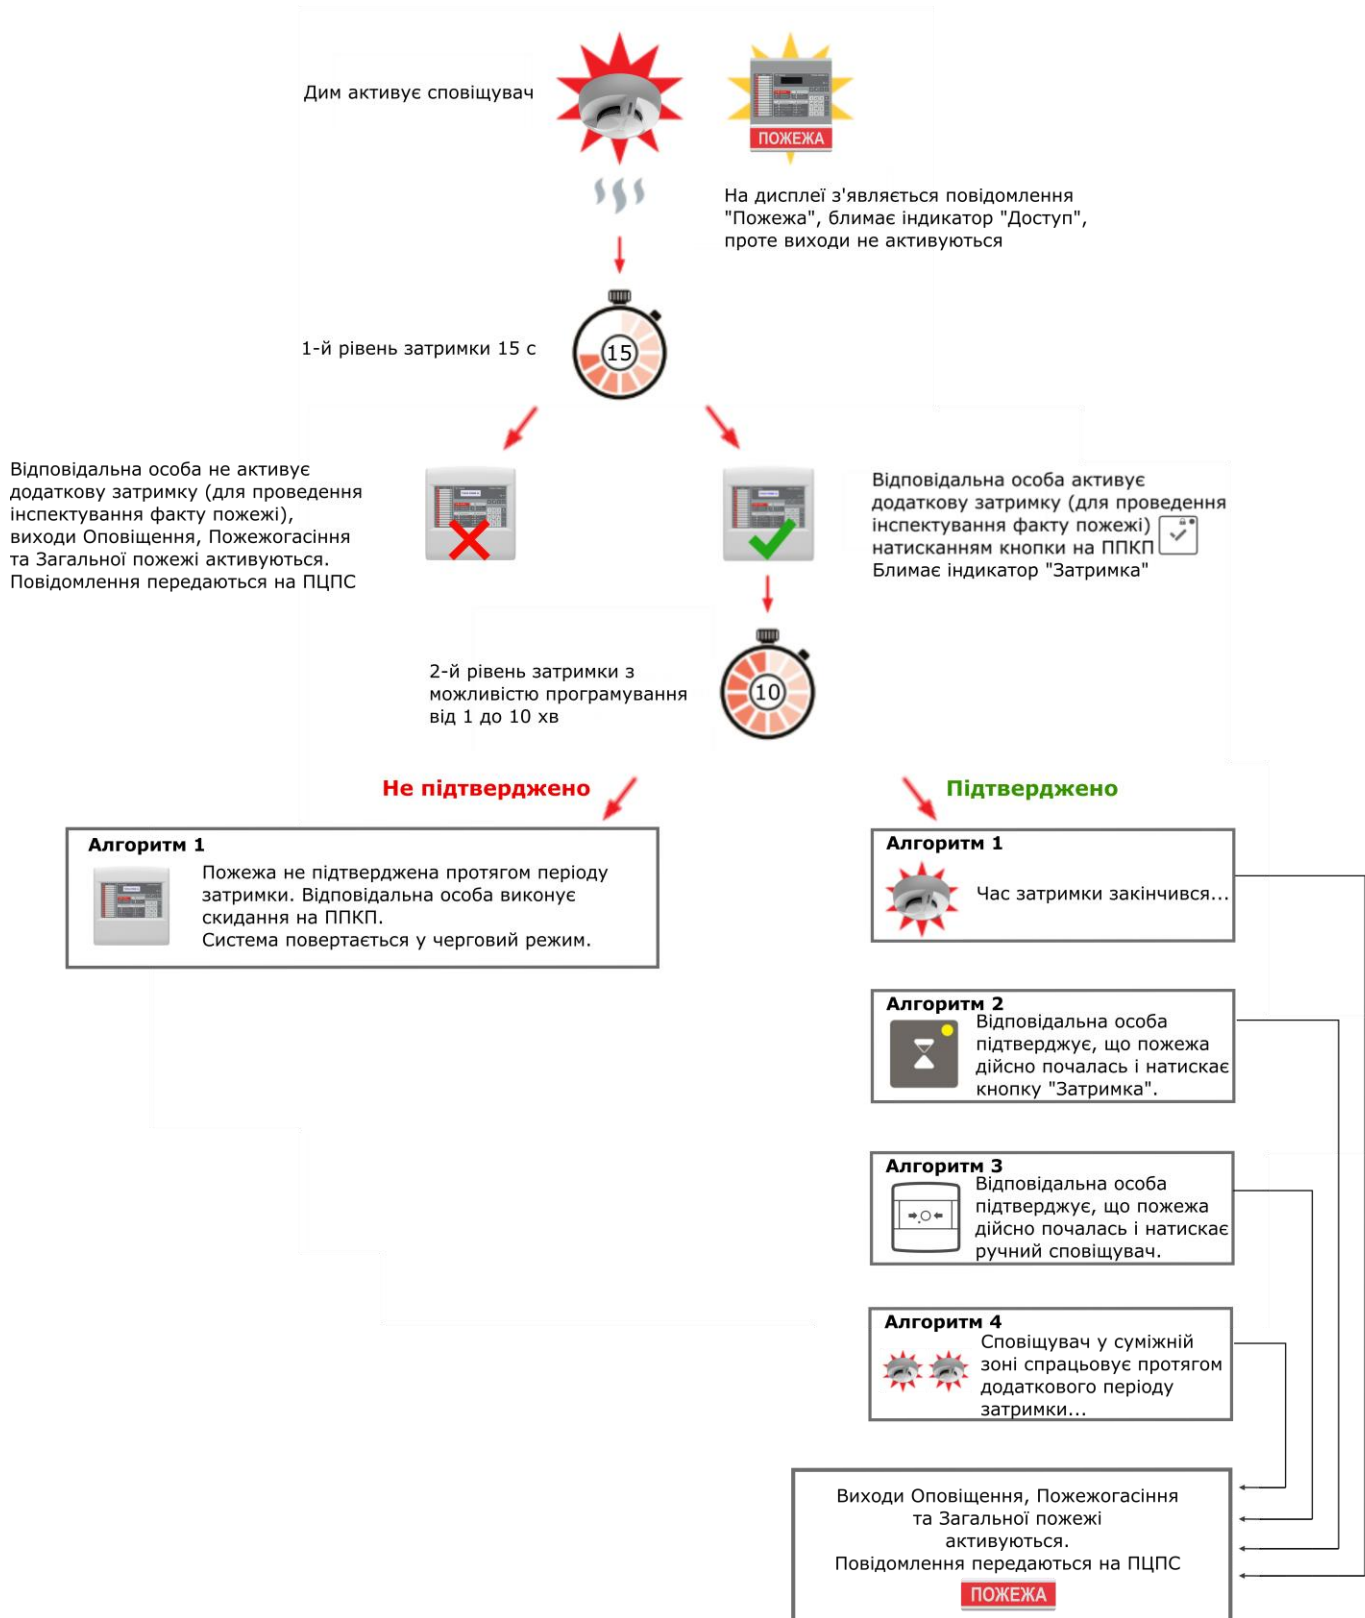

Рисунок 6.2 – Алгоритм роботи затримки для верифікації «Тип С»
4) верифікація «Тип С» (пожежна тривога з затримкою (Рис. 6.2)) – після спрацювання автоматичного сповіщувача активується затримка 15 с для підтвердження активації натисканням кнопки «Доступ» запрограмованої затримки на спрацювання виходів типу «Оповіщення», «Пожежогасіння», «Пожежа» та функції передавання сповіщення про пожежу на ПЦПС до підтвердження пожежі суміжною зоною, або вручну – кнопкою «Затримка»; якщо протягом активованої короткої затримки не натиснути кнопку «Доступ», запрограмована затримка не активується.